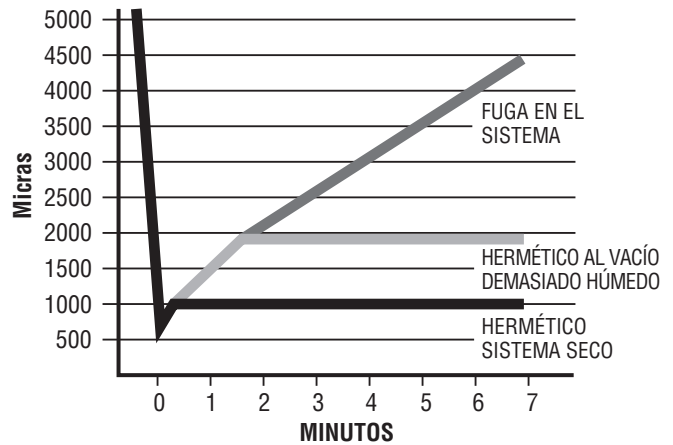

Fig. 14: Método de vacío profundo
10. Revise la unidad en busca de fugas. Unidad de vacío a 500 micras. Al aislar la unidad de la bomba, la presión no debe superar las 1000 micras dentro de 7 minutos (Fig. 14).